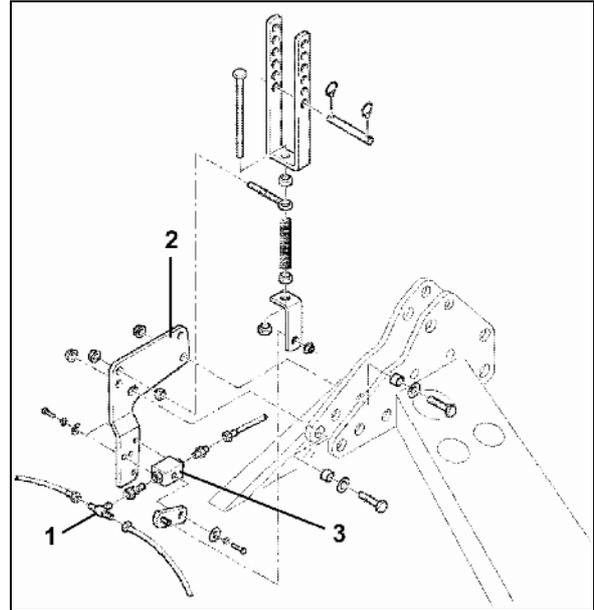

Fig. 43
4. Separar o tubo flexível hidráulico na peça de união em T (Fig. 43/1).
5. Aparafusar o suporte da válvula (Fig. 43/2) no ponto de acoplamento superior da máquina de preparação do solo.
6. Enroscar os tubos flexíveis hidráulicos na válvula (Fig. 43/3) e instalar o tubo flexível hidráulico para o tractor e conectar a uma válvula de comando de actuação simples.